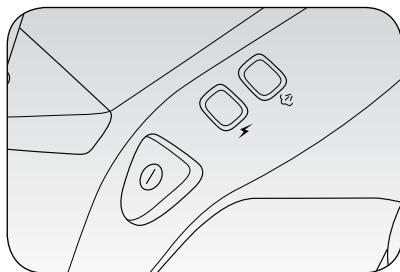

Fig. 3
Brancher la fiche électrique dans la prise de courant et faire démarrer l'appareil en appuyant sur l'interrupteur de mise en marche (H) (Fig. 3). Le témoin ON/OFF (G) s'allume ainsi que le témoin de température vapeur (F). Après quelques minutes, le témoin de température vapeur (F) s'éteint pour signaler que la chaudière est sous pression et que l'appareil est en mesure de produire la vapeur.